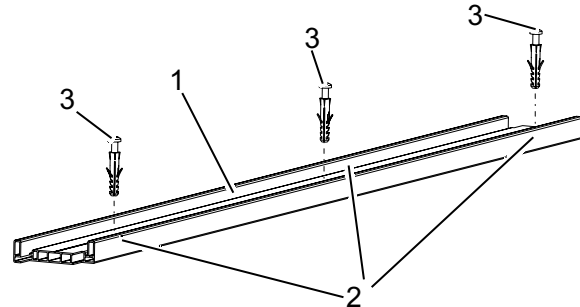

Abb. 8: Sockelprofil montieren
1. Sockelprofil (Abb. 8/1) gemäß Anlagenszeichnung ausrichten.
2. Vorgesehene Bohrungen (Abb. 8/2) anzeichnen und Löcher bohren.
3. Sockelprofil mit Schrauben und Dübeln (Abb. 8/3), die für die Bausubstanz geeignet sind, am Boden montieren.